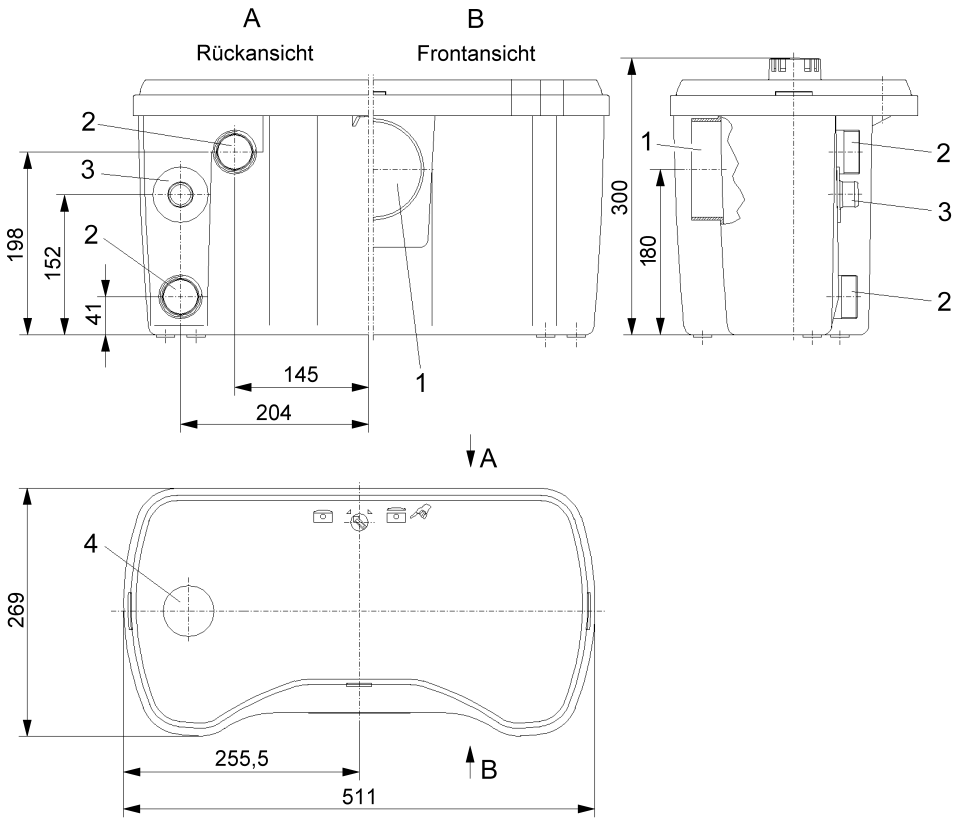
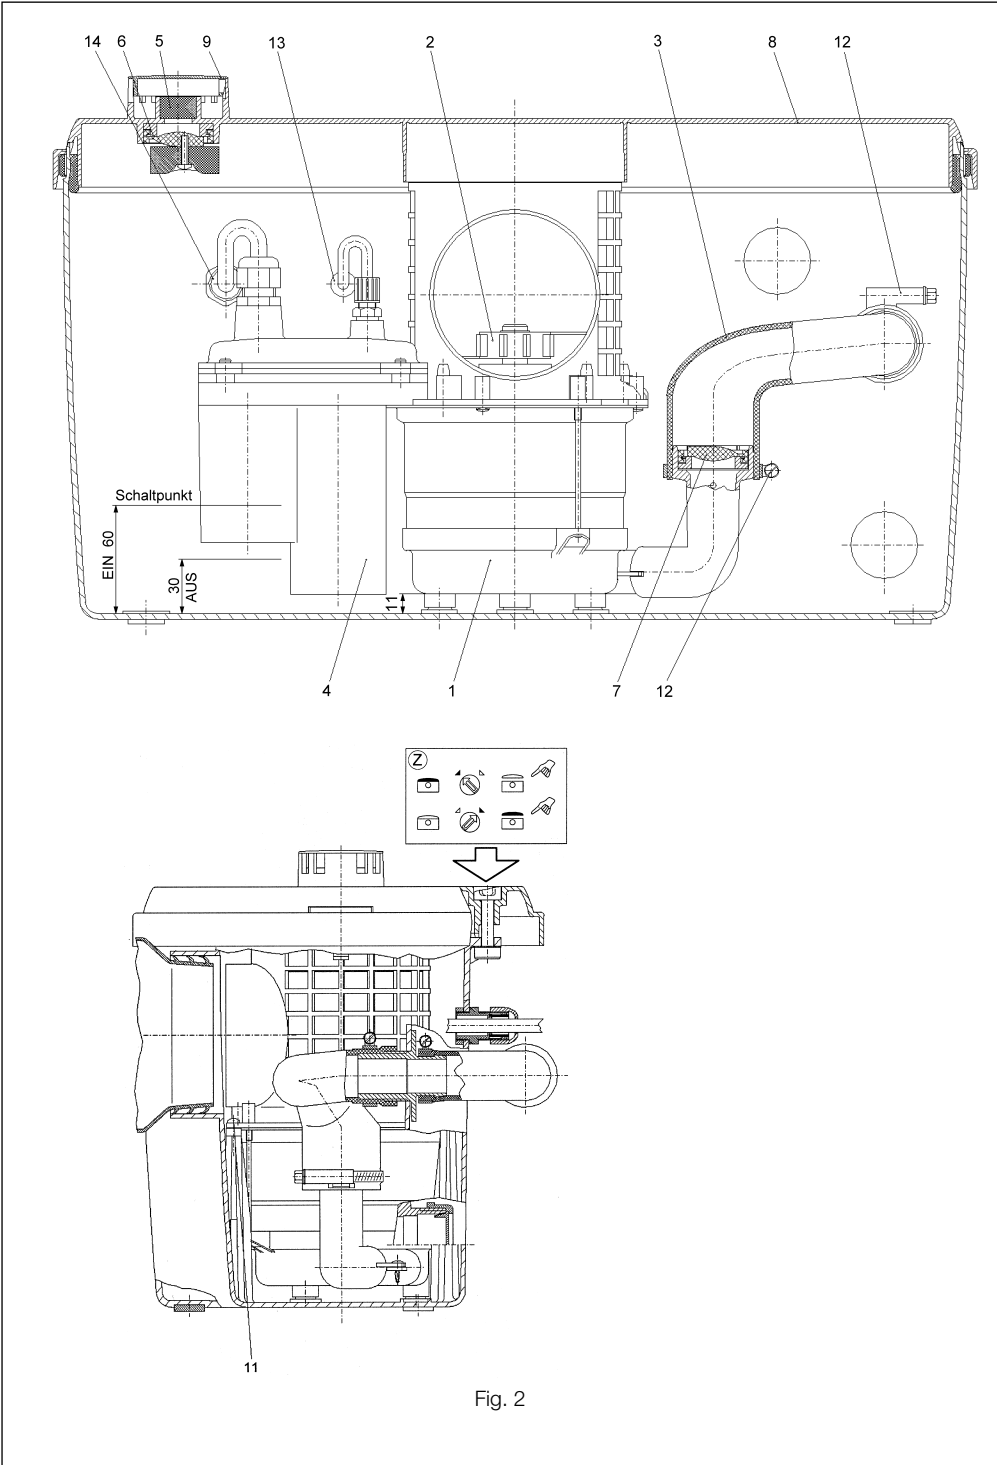

Fig. 1
Fig. 2
фекальная установка (рис.1) состоит из газо- и водонепроницаемой сборной емкости, изготовленной из искусственного материала, которая устанавливается непосредственно за стоящим на полу унитазом с горизонтальным отводом (стандарт DIN EN 37). Уплотнение входного патрубка (рис.1, поз.1) осуществляется с помощью самоуплотняющейся манжеты.
Входы (рис.1, поз.2) для 2-х дополнительных приборов и напорный трубопровод (рис.1, поз.3) находятся на тыльной стороне емкости. Имеющееся позади установки свободное пространство упрощает разводку труб. Благодаря этому подводы и напорную магистраль можно подключать с обеих сторон. Встроенный в емкость насос (рис.2, поз.1) снабжен расположенным сверху и легко доступным измельчителем (рис.2, поз.2). Фекалии измельчаются до такой степени, чтобы наверняка проходили через насос и напорную магистраль (рис.2, поз.3).
Встроенное реле давления (рис.2, поз.4) включает и выключает установку в зависимости от уровня воды в емкости. Вентиляция установки осуществляется через встроенный фильтр из активированного угля (рис.2, поз.5) непосредственно во внутрь помещения или через отдельную вентиляционную трубу, выведенную выше крыши. Для предотвращения перелива из сборной емкости через фильтр в случае выхода из строя насоса и поднятия уровня жидкости встроен обратный клапан (рис.2, поз.6). Напорный трубопровод также содержит обратный клапан (рис.2, поз.7).
- Снять крышку (рис.2, поз.8) повернув поворотные штифты (рис.2, поз.2) при нажатии 3-х защелок (которые расположены по бокам и спереди).